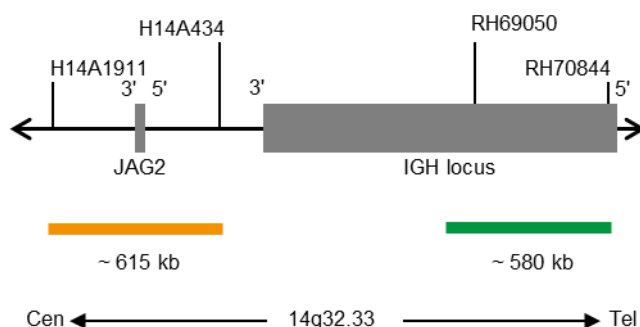

Fig. 1: SPEC IGH Mapa da sonda (não à escala)
- Polinucleótidos marcados com ZyGreen (excitação 503 nm/emissão 528 nm) (~10 ng/ μ l), que têm como alvo sequências mapeadas em 14q32.33* (chr14:106,690,778-107,268,412) distal à região do ponto de quebra IGH (ver Fig. 1).
- Polinucleótidos marcados com ZyOrange (excitação 547 nm/emissão 572 nm) (~4,5 ng/ μ l), que têm como alvo sequências mapeadas em 14q32.33* (chr14:105,296,741-105,909,611) proximais à região do ponto de quebra IGH (ver Fig. 1).